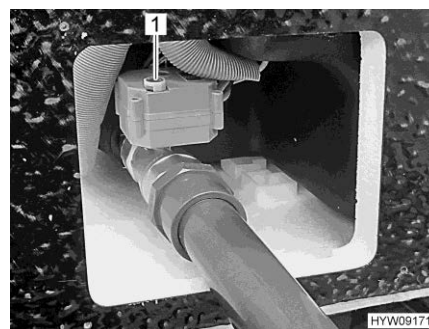

Fig. 160 Manovella (rubinetto di scolo delle acque grigie)
- Per aprire il rubinetto di scolo delle acque grigie sollevare la manovella (Fig. 160,1) e ruotarla in senso antiorario fino a battuta. La direzione di rotazione (O per apertura, S per chiusura) è indicata sulla manovella.
- Per chiudere il rubinetto di scolo delle acque grigie sollevare la manovella (Fig. 160,1) e ruotarla in senso orario fino a battuta.